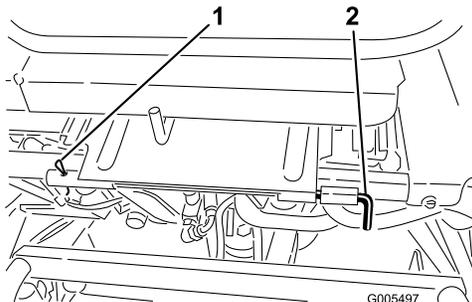

Figure 27
3. Abaissez le siège et retirez la goupille cylindrique qui fixe la tige de pivot du siège au cadre (Figure 27).